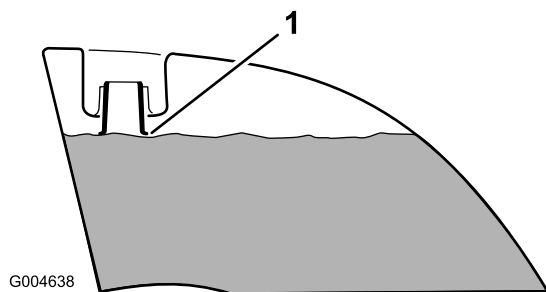

Figure 9
4. Remplissez les deux réservoirs de carburant jusqu'à ce que le niveau atteigne de la base du goulot de remplissage (Figure 9). **Ne remplissez pas excessivement les réservoirs de carburant.**